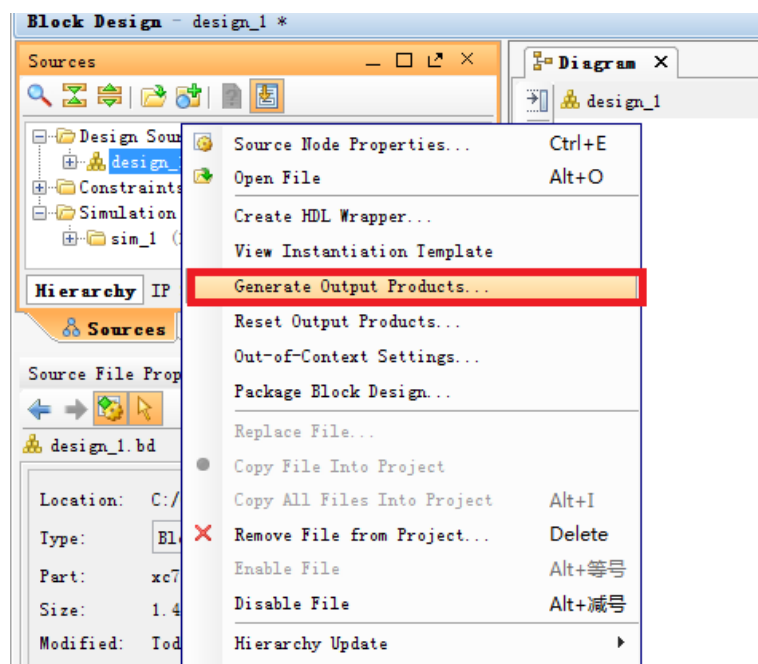

图 2-13 生成顶层文件
9) 完成原理图设计后，生成顶层文件。在 Source 界面中右击 design_1，选择 Generate Output Products，如图 2-13。